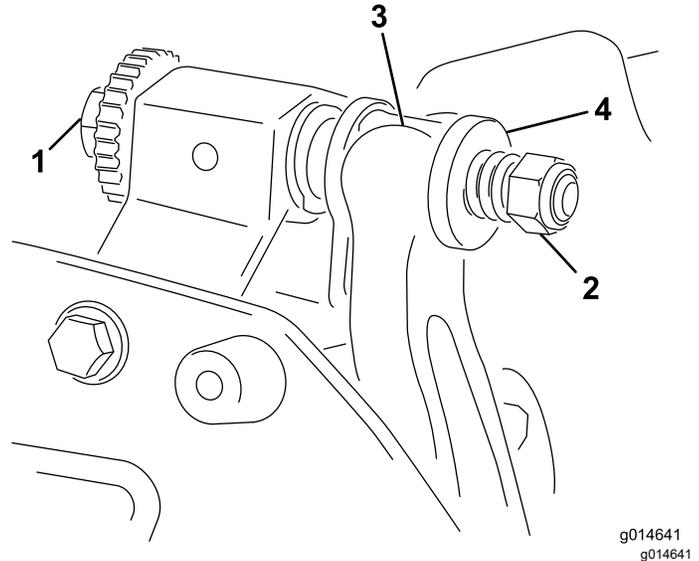

Figura 13
1. Rode o parafuso de ajuste da barra de apoio no sentido contrário ao dos ponteiros do relógio, para afastar lâmina de corte do cilindro (Figura 13).
2. Faça recuar a porca da mola tensora até que a anilha deixe de estar sob tensão contra a barra de apoio (Figura 13).